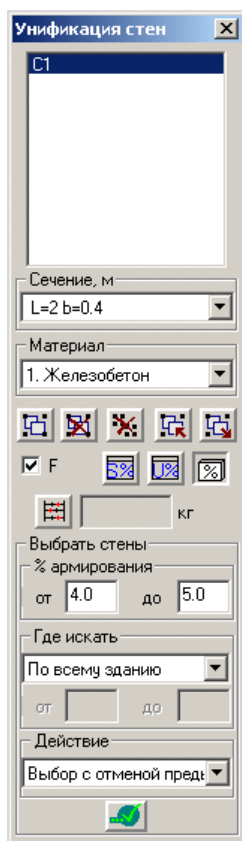

Рис.13.16.1 Окно диалога
- В открывшемся окне диалога **Унификация стен** (рис.13.16.1) выполните следующие действия: